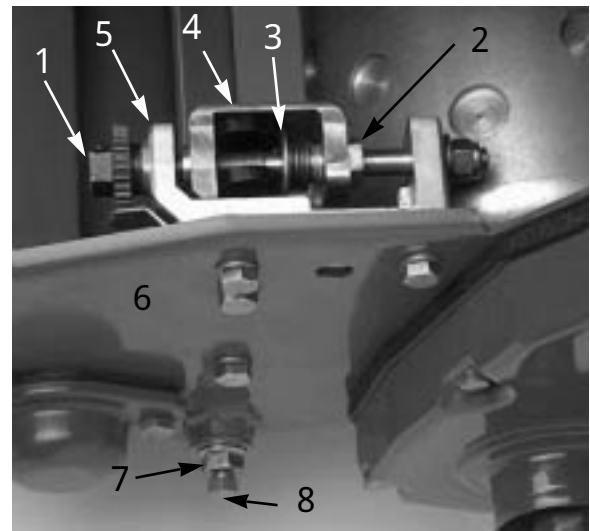

図 45
- ベッドバー調整ネジを左に回してアジャスタ・フレームからチャンネルを外します（図45）。
- 7/8 レンチでテンション・ネジをゆるめ、スラスト・ワッシャに掛かる力を完全に解除する（図45）。
- ベッドバー・ボルトを固定しているジャムナット（機体両側）をゆるめる（図45）。
- 各ベッドバー・ボルトを抜いてベッドバーを下に引き抜いて外す。ベッドバーの両端にナイロン・ワッシャとスチール・ワッシャ2枚ずつあるので回収保管する（図45）。